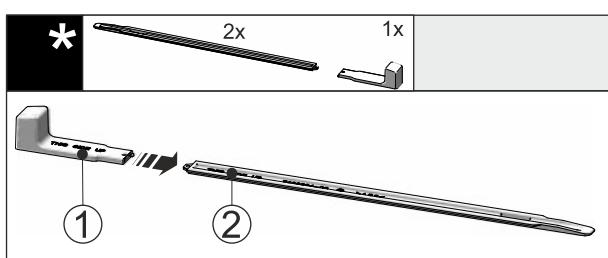

Fig. 54
- Τοποθετήστε τη λαβή τοποθέτησης Fig. 54 (1) στη ράγα ευθυγράμμισης Fig. 54 (2).